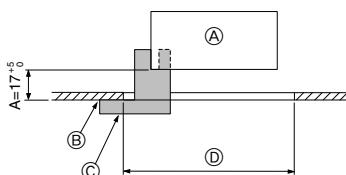

Fig. 5-2
5.2. Izgarayı takma hazırlığı (Fig. 5-2)
- Bu kit ile birlikte verilen geyci ③ kullanarak ünitenin tavana göre konumunu ayarlayınız ve kontrol ediniz. Eğer ünite tavana göre doğru yerleştirilmemizse hava geçirebilir veya kondansasyon birkimesine imkân verebilir.